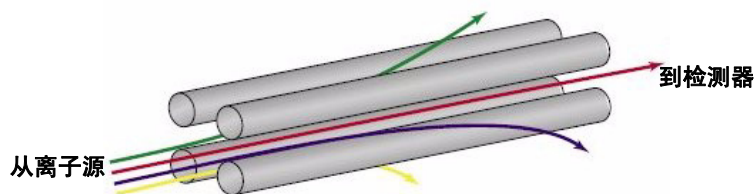

图 4 四极杆质量分析器
四极杆质量分析器（图 4）包含四个平行的杆，在这四个杆上施加有直流 (DC) 和射频 (RF) 电压。分析物离子被导入杆的中心。应用到杆上的电压生成电磁场。这些电磁场确定了哪些质荷比的离子能在给定时间通过过滤器。通过的离子聚焦在检测器上。